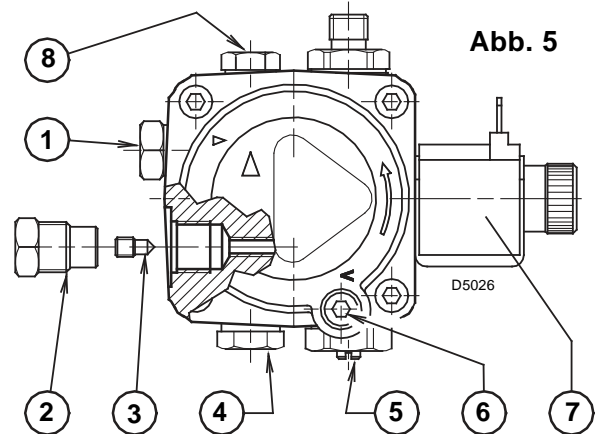
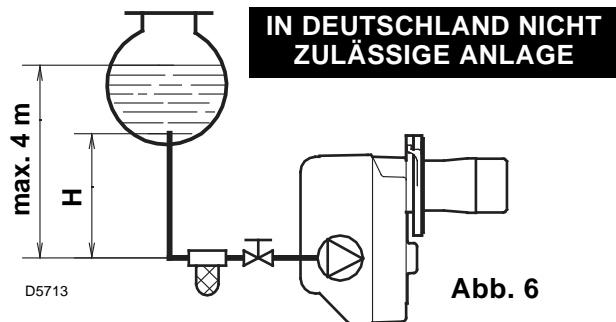

Abb. 5
Abb. 6
- Die Pumpe ist werksseitig für den Zweirohr-Betrieb eingerichtet. Wird ein Pumpen-Einrohrbetrieb für notwendig erachtet, so ist der Rücklauf-Schlauchleitungsstopfen (2) zu lösen und die By-pass Schraube (3) zu entfernen. Danach ist der Rücklauf-Schlauchleitungsstopfen wieder einzuschrauben. (Siehe Abb. 5).
Bei der in Abb. 6 dargestellten Anlage ist es ausreichend, wenn man den Vakuummeteranschluß (5, Abb. 5) lockert und das Austreten des Brennstoffes abwartet.